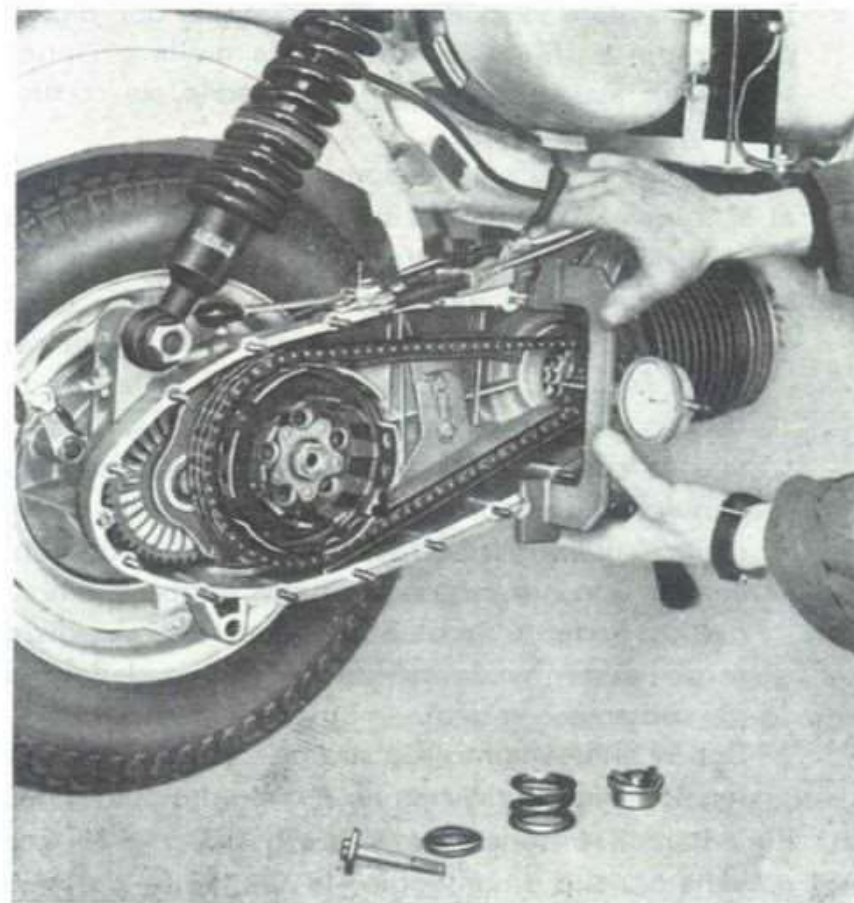

Fig. 28
- a) si misura la quota del piano del pignone e si azzerava il comparatore. Vedi fig. 28.